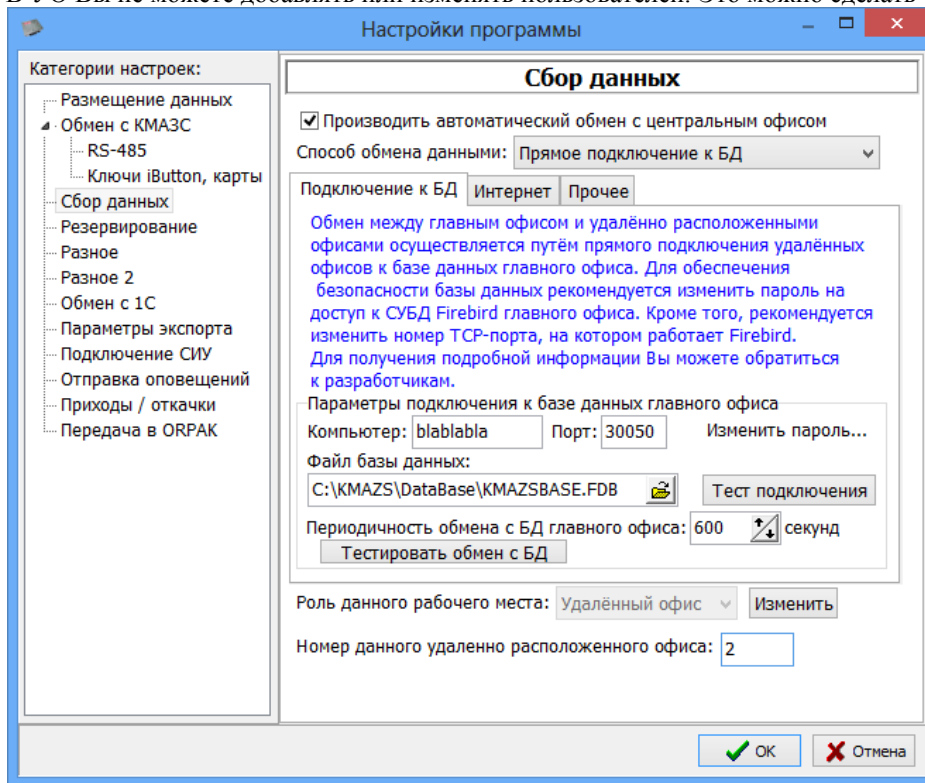

Рис.4
2.3. Открыть окно «Настройка программы» и перейти на страницу «Сбор данных» (рис.4). Задайте роль данного рабочего места «Удаленный офис» (нажмите «Изменить», далее выберите «Удаленный офис»)